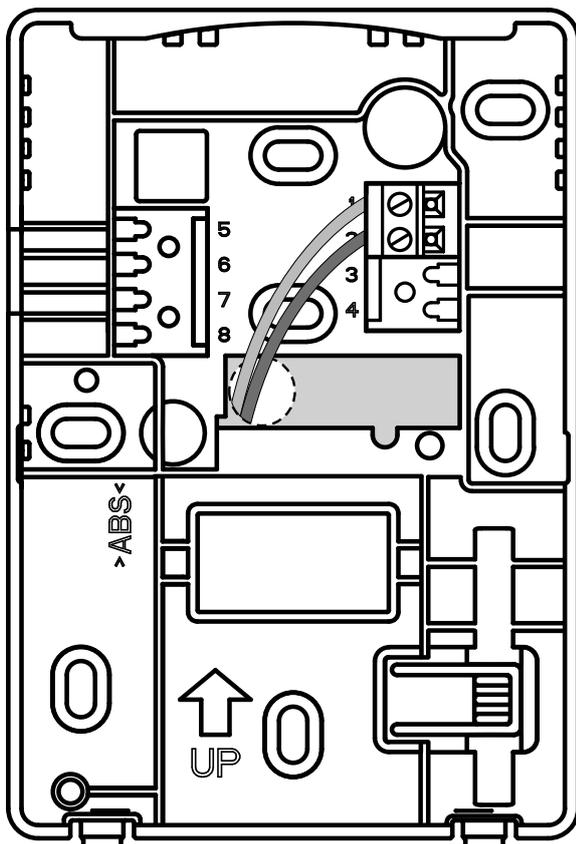

Fig. 6. Conexiones de los terminales.
Conecte los cables del controlador y la red programables a los terminales del módulo de pared adecuados, según se indica en la Fig. 6 en la página 3.
Conecte el bloque de terminal que se muestra en la Fig. 6 de la siguiente manera:
3. Examine y verifique el cableado de la conexión del terminal que se muestra en la Fig. 6.